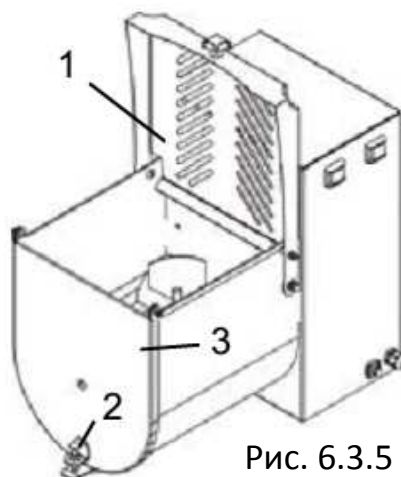

Рис. 6.3.5
- Потянуть ручку фиксатора поз. 2 (рис. 6.3.5), высвободив переднюю крышку поз. 3 (рис. 6.3.5)